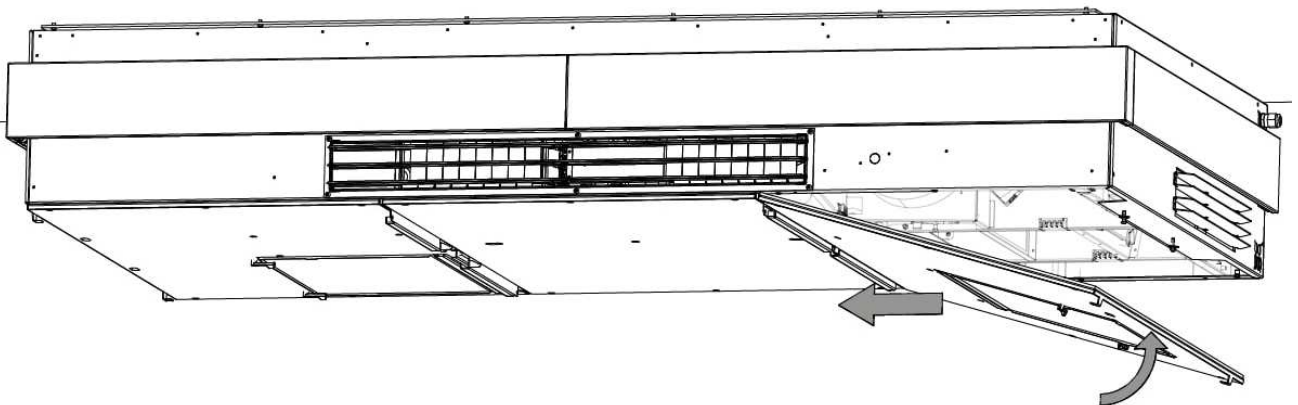

Abbildung 46: Aufsetzen der rechten Seitenplatte auf die Scharniere
11. Heben Sie die Platte nach oben und auf die Scharniere, wie Sie es auf der anderen Seite getan haben, siehe Abbildung 46.